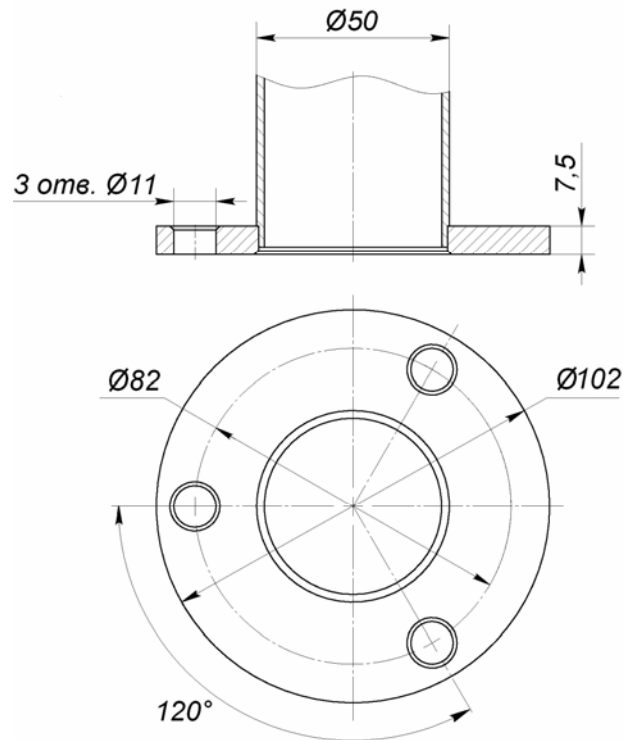

Рисунок 11. Расположение отверстий под анкерные болты во фланцах стоек
3. Поставьте первую стойку в необходимом месте на установочную поверхность таким образом, чтобы расположение патрубков соответствовало необходимому расположению поручней. Придерживая стойку, разметьте через отверстия для анкерных болтов во фланце (см. рис. 11) расположение трех отверстий под анкеры на установочной поверхности. Положите стойку.
2. От центров разметьте точки крепления фланцев вертикальной и опорной стоек секции ограждения к установочной поверхности, как показано на рис. 11 и 13 – две группы по три отверстия $\text{Ø}16 \times 60$ под анкеры M10.
2. От центров разметьте точки крепления фланцев стоек секции ограждения, как показано на рис. 11 и 13 – две группы по три отверстия $\text{Ø}16 \times 60$ под анкеры M10.